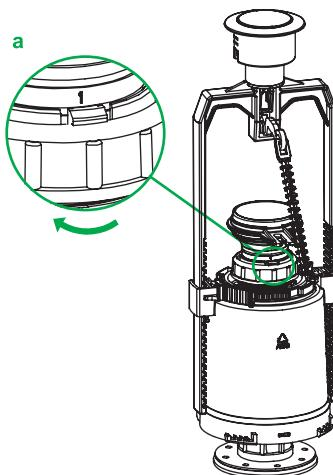
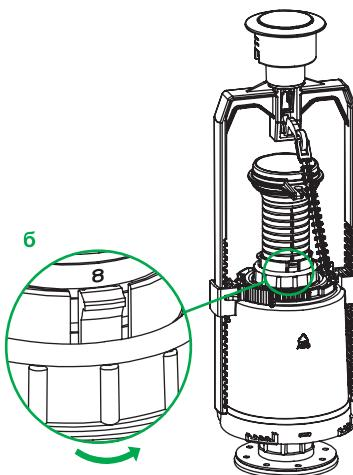

Рис. 5 / 5-сур.
Рис. 6 / 6-сур.
5. По часовой стрелке открутите гайку трубы перелива (рис. 5а) и установите необходимый уровень перелива (рис. 6). **Верхний край трубы перелива должен быть на 2–4 см выше уровня воды.** Заденьте это положение поворотом гайки против часовой стрелки (рис. 6б).